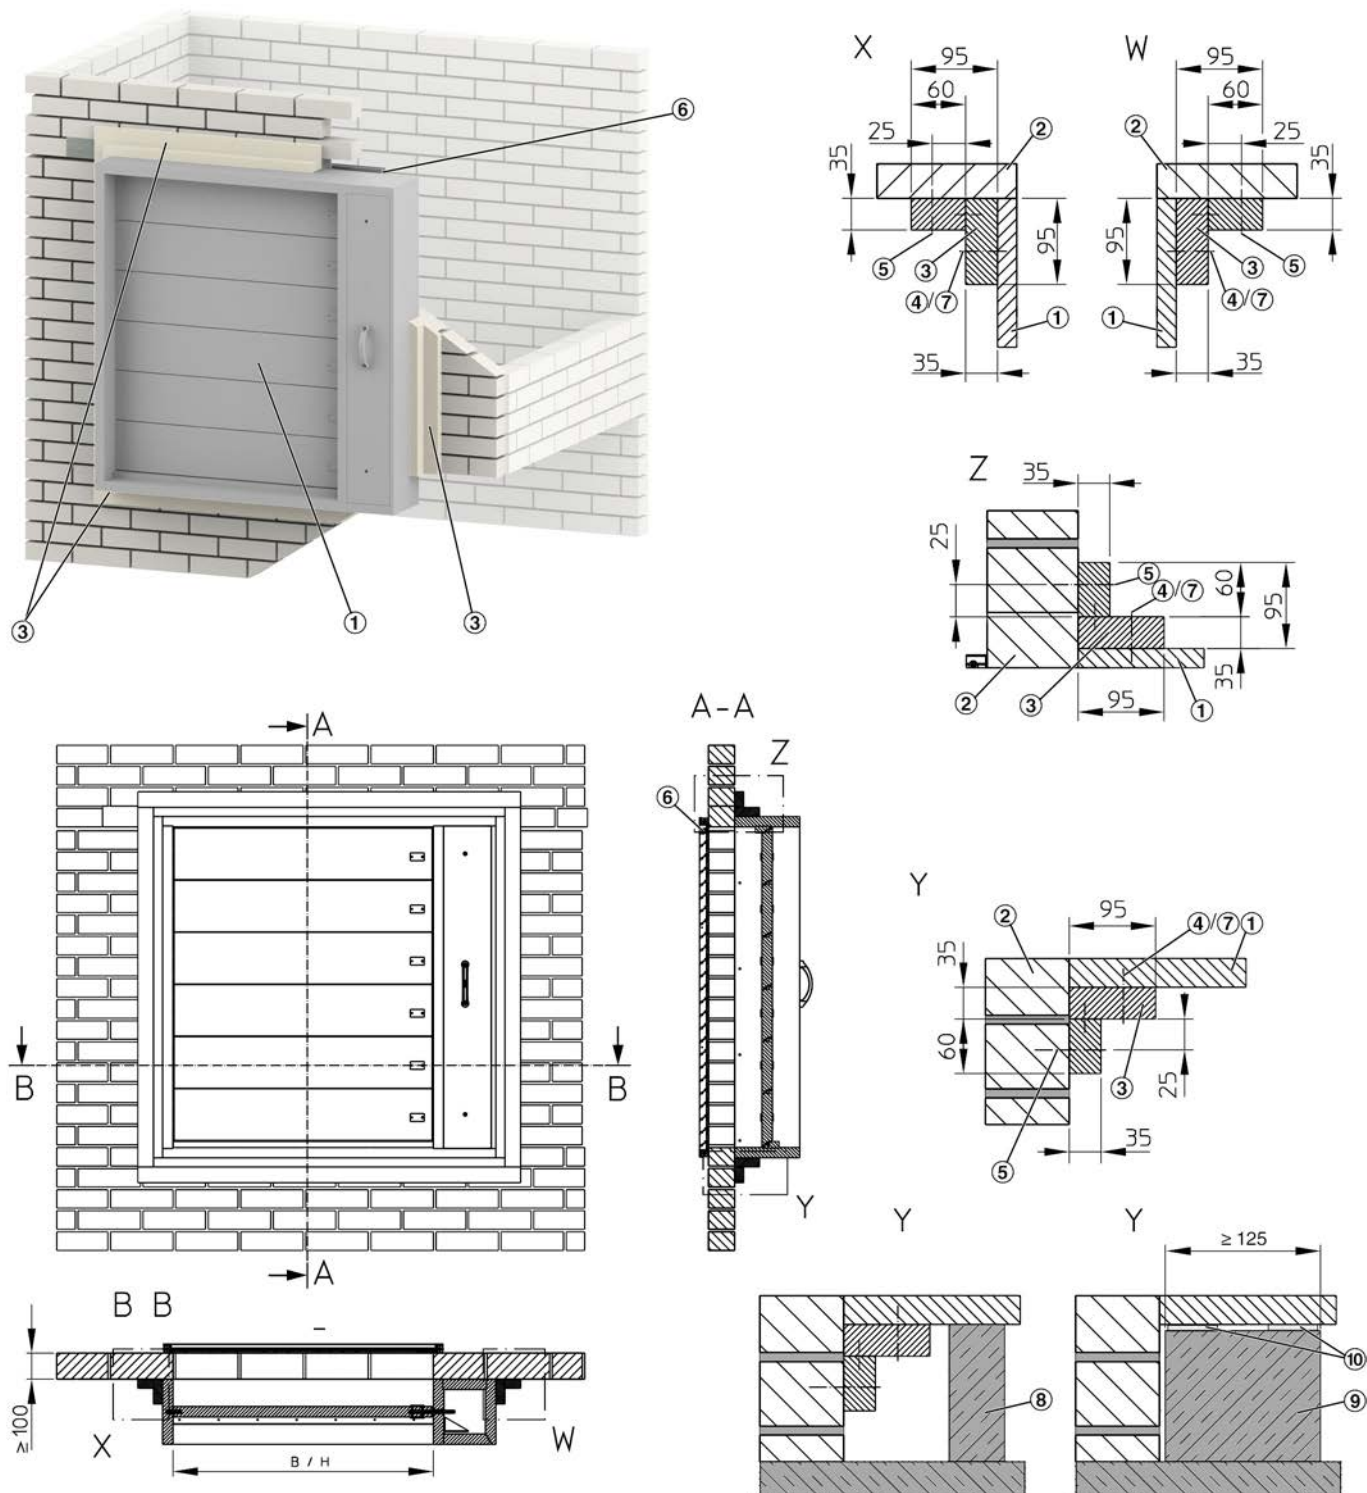

Fig. 23: Installazione a secco senza malta su parete piena esterne o pareti solide cave
2. ► Utilizzare due strisce di pannello resistente al fuoco per realizzare una sezione angolare (Fig. 23 /3), fissarla quindi sul lato inferiore della serranda tagliafumo.
2. ▶ Incollare il nastro sigillante per alte temperature (Fig. 23 /10) e il sigillante intumescente (Fig. 23 /9) alla cassa della serranda, osservando la posizione di installazione corrispondente della serranda.
3. ▶ Utilizzare due strisce di pannello resistente al fuoco per realizzare una sezione angolare (Fig. 23 /3), fissarla quindi sul lato inferiore della serranda tagliafumo.